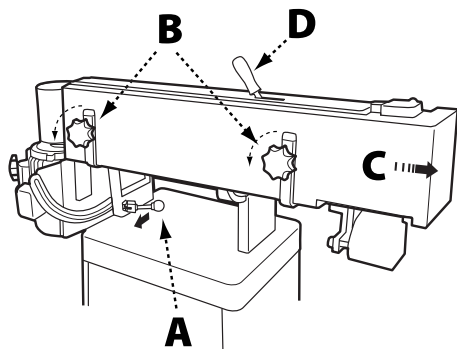

FIGURE 4
1. De l'arrière de l'appareil, déverrouillez l'assemblage du patin en tirant sur la poignée de verrouillage (A) en votre direction, comme indiqué à la Figure 4. Faites pivoter l'assemblage du patin en position verticale.
3. Retirez la protège-courroie en desserrant les deux boutons de verrouillage (B) en faisant glisser la protège-courroie vers la droite.
4. Placez la poignée (D) sur le levier de tension de la courroie en tapotant légèrement à l'aide du maillet en caoutchouc.